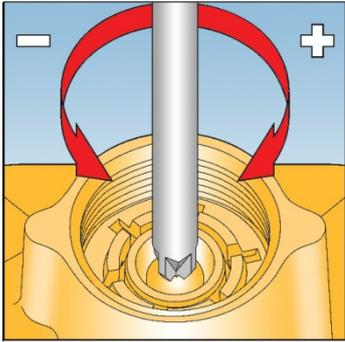

Fig. 8
8. Se houver bloqueio por baixa pressão, coloque uma chave de fenda no parafuso de ajuste no suporte da mola inferior. Veja Fig. 8.
19. Rearme o bloqueio por alta pressão soltando o pino de rearme e o puxando lentamente. Segure na posição até que a tubulação a jusante esteja toda pressurizada, então solte o pino de rearme gentilmente. Rosqueie o pino no corpo da válvula. Veja Fig. 8.
25. Lentamente gire o parafuso de ajuste de baixa pressão no sentido horário (+) até que o equipamento bloqueie por baixa pressão. Veja Fig. 8.